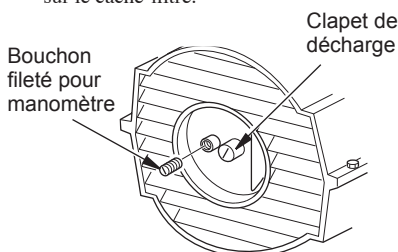

Figure 13 - Dépose du bouchon fileté (Modèles 40/55T/70T seulement)
1. Retirez le bouchon fileté qui se trouve sur le cache-filtre (voir Figure 13).